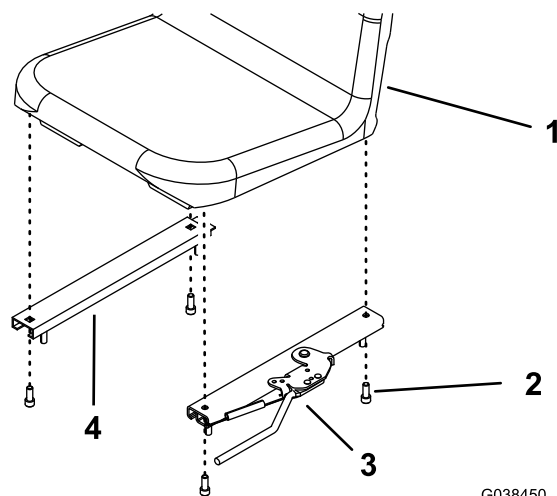

Figura 8
4. Montate i regolatori di sinistra e di destra sul sedile utilizzando 4 bulloni (5/16 x 3/4 poll.), come illustrato nella Figura 8.